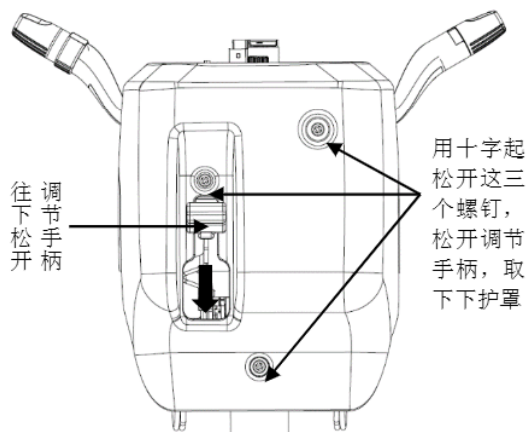

图 3-17
① 上下组合开关护罩由六对塑料卡扣配合，由下往上将上护罩拉开并取下。
② 用十字起松开下护罩的三个安装螺钉，并往下松开转向管柱角度调节手柄，取下下护罩。如图 3-17 所示。